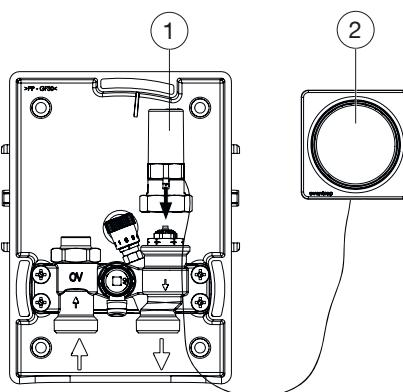

Abb. 8: Thermostat mit Fernverstellung montieren
3. Schrauben Sie den Stellkolben (siehe Abb. 8 auf Seite 12 (1)) auf das Ventil. Führen Sie das Kapillarrohr nach unten.